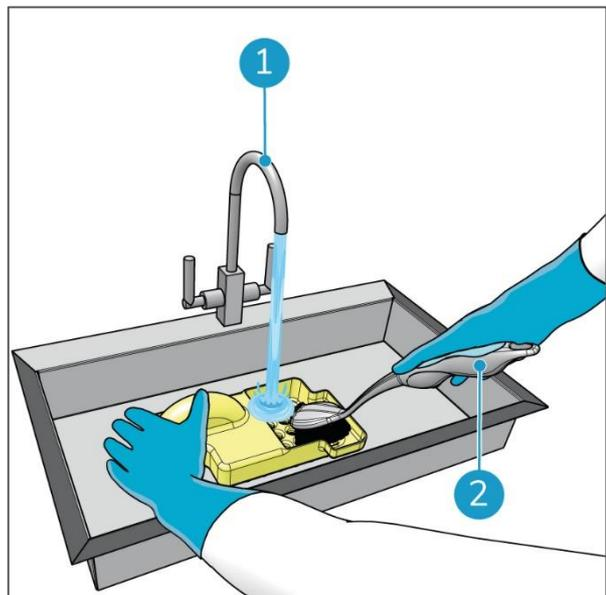

Abbildung 51
2. Entfernen Sie die Verunreinigungen von Hand und reinigen Sie den Einlass dann mit Leitungswasser und einer Bürste (Abbildung 51, Pos. 2) über einem Waschbecken.
3. Spülen Sie mit Leitungswasser nach (Abbildung 51, Pos. 1).